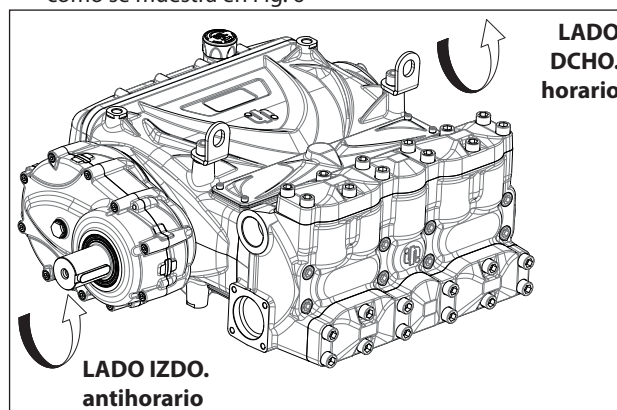

Fig. 6
- como se muestra en Fig. 6
Observando la bomba de frente al lado del cabezal, el eje de la bomba posee el codo PTO sobre el lado Izdo. (ver Fig. 6).